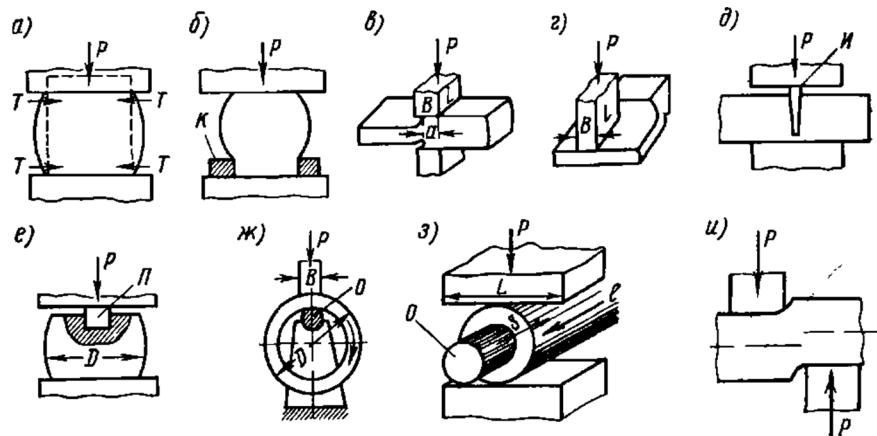

Рисунок 7 - Операции свободной ковки
**Основные операции свободной ковки** — осадка, протяжка, протяжка с кантовкой, разгонка, рубка, прошивка, раскатка, передача металла. (рисунок 7).